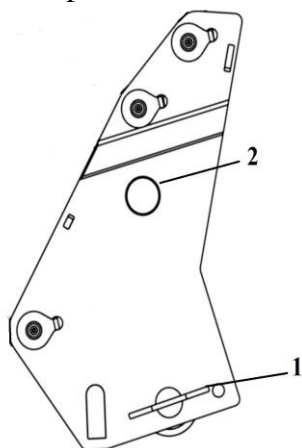

Рисунок 10 – Стойка:
Стойка (см. рис. 10) представляет собой сварную конструкцию, состоящую из двух кронштейнов и соединенные между собой бобышкой поз. 2, при помощи которой фиксируется подъемное устройство на панель навески. Фиксатор поз. 1 предназначен для жесткой фиксации навесного и подъемного устройства.
- 4) работа агрегата с незафиксированной чекой фиксатором (см. рис. 10 поз. 1);
Ввести в зацепление бобышку стойки поз. 2 с пазом на панели навески в соответствии с рисунком 27, и зафиксировать при помощи фиксатора поз. 1 на рис. 10. Фиксатор зашплинтовать.